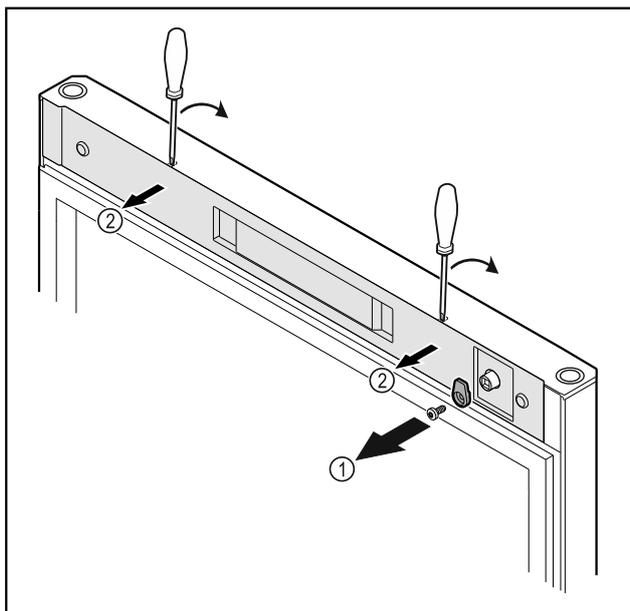

Fig. 18
- Svitare i ganci di chiusura Fig. 18 (1).
- Disinnestare la copertura Fig. 18 (2) con l'ausilio di un piccolo cacciavite e rimuoverla.